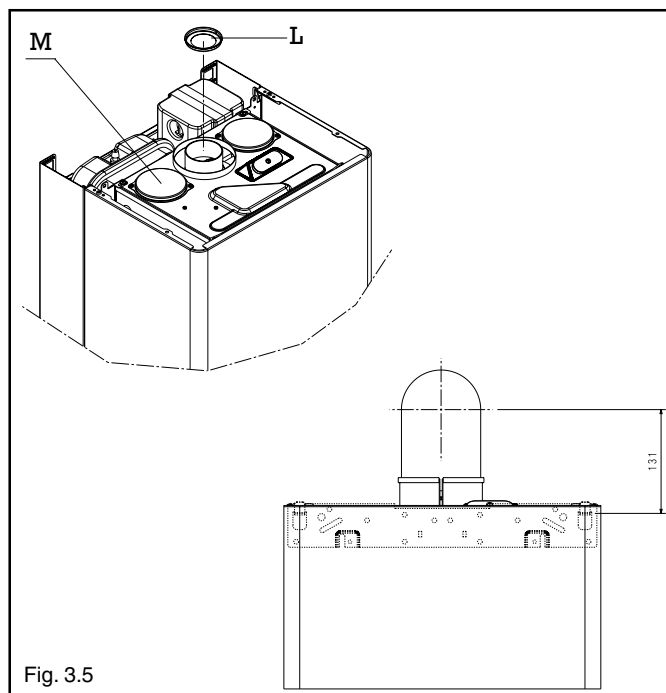

Fig. 3.5
La caldera se suministra preparada para ser conectada a unos conductos de descarga/aspiración coaxiales, con la abertura para la aspiración del aire (M) cerrada (fig. 3.5). Las descargas coaxiales pueden estar orientadas en la dirección que mejor se adapte a las exigencias del local, respetando las longitudes máximas que se indican en el cuadro. Para la instalación seguir las instrucciones facilitadas en el kit.